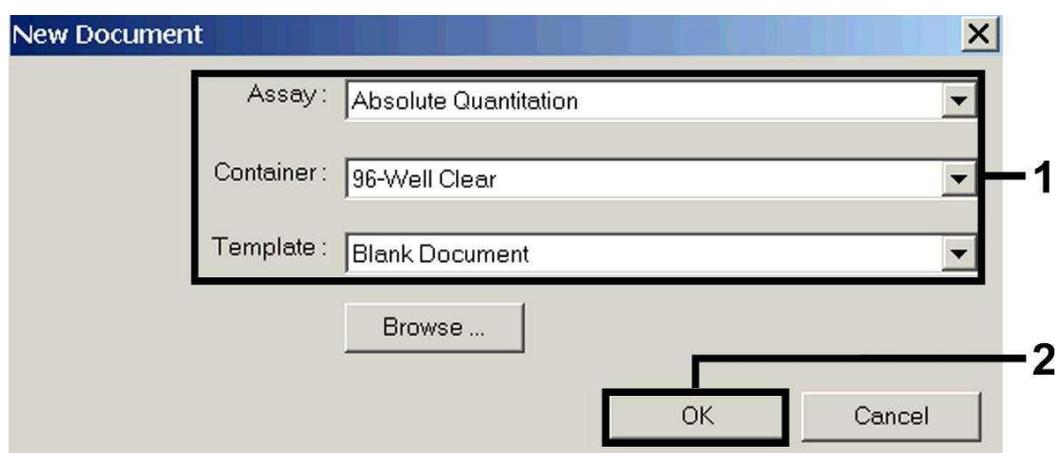

Fig. 3: Pré-definições para a criação de um novo ensaio de PCR (*New Document*).
Selecione no ABI PRISM 7000 SDS o item *New* do menu *File* e introduza ao novo documento os seguintes ajustes básicos (ver Fig. 3). Um Template gravado anteriormente (*SDS Template* [*.sdt]) encontra-se à sua disposição na lista de *Template* ou pode ser seleccionado através da função *Browse* (ver capítulo 8.5.1.5 *Gravação do ensaio de PCR*). Confirme as suas definições (OK).